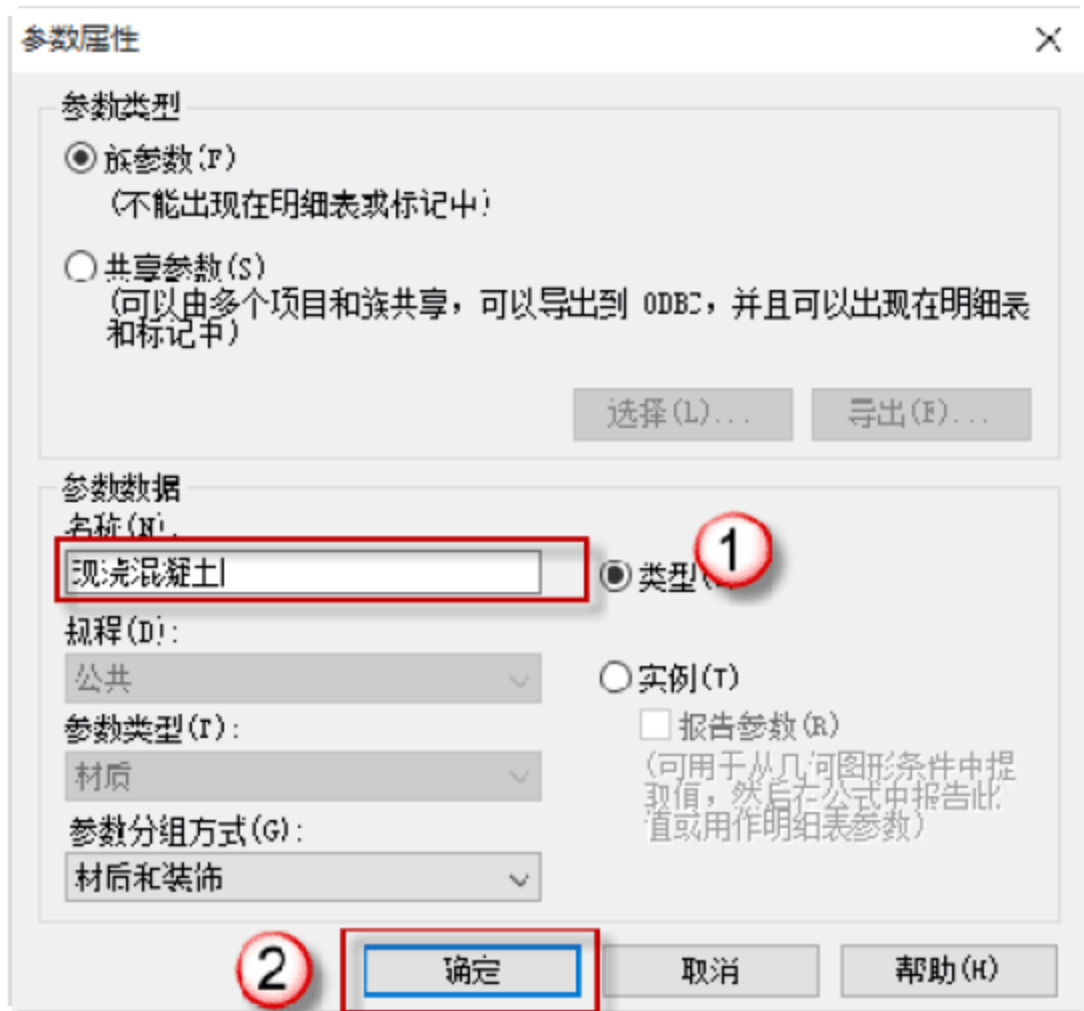

图 4.1.34 设置材质参数
(9) 设置材质参数，命名参数的名称为“现浇混凝土”，单击“确定”按钮，生成新的材质参数，如图 4.1.34 所示。